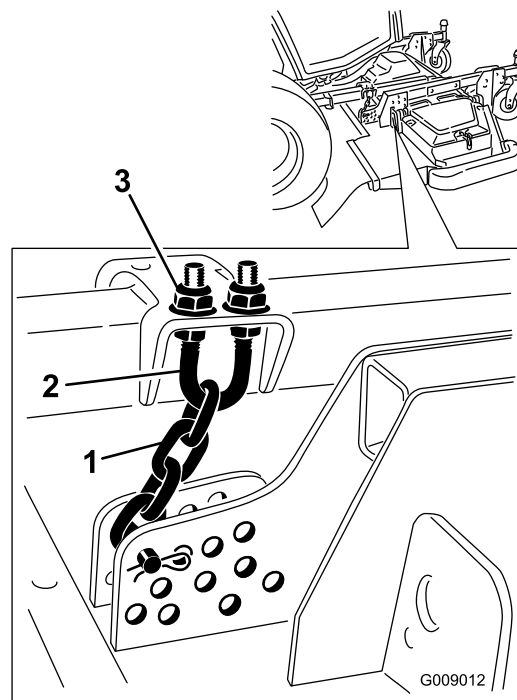

Figura 127
5. Allentate i controdadi sulla parte superiore o inferiore del bullone a U della catena dell'altezza di taglio (Figura 127).